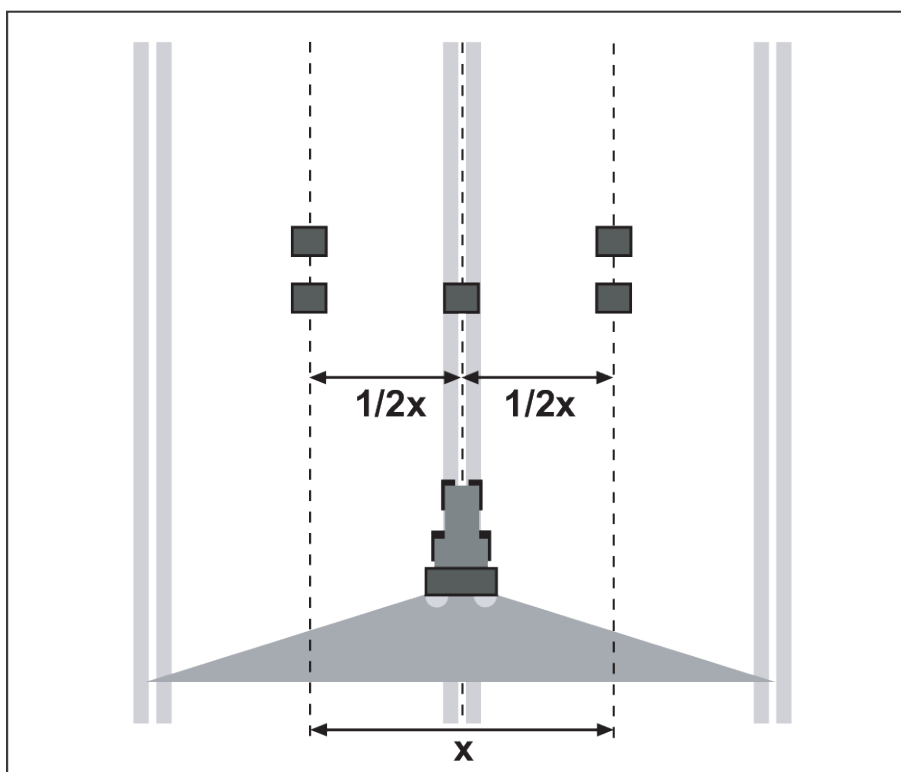

Fig. 51: Installation dans le cadre d'un passage
- ▶ Installer deux bacs récupérateurs l'un derrière l'autre séparés par un écart de **1 m** dans les zones de recouvrement (entre les passages de roue) et un bac récupérateur dans la voie centrale (selon Fig. 51).